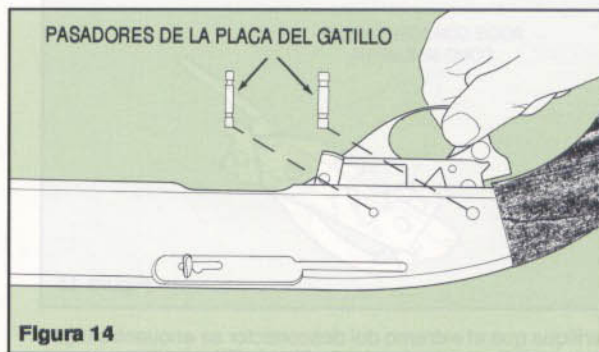

Figura 14
4. Levante la parte posterior del mecanismo de la placa del gatillo y retírelo del cajón de mecanismos. Vea la Figura 14.